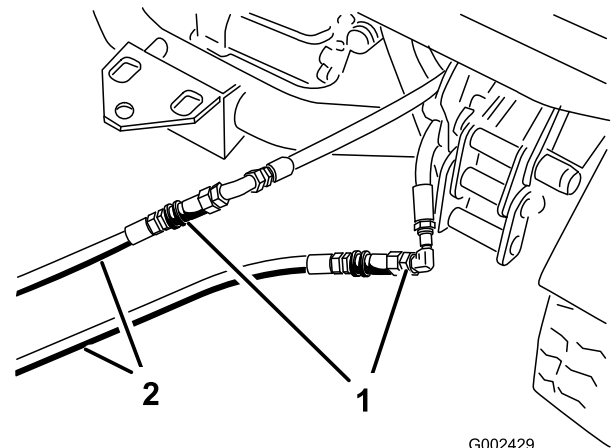

Figura 93
3. En la máquina inmovilizada, conecte las dos mangueras de interconexión a las mangueras que fueron desconectadas (Figura 93).